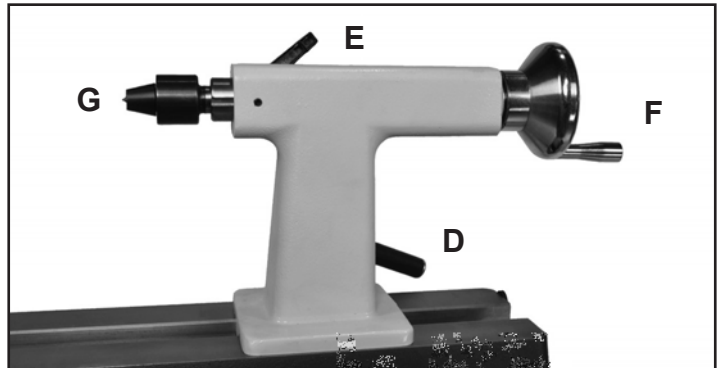

FIG. 5
**1. MANIJA DE BLOQUEO DEL CABEZAL MÓVIL:** (FIG. 5, D) Esta bloquea el cabezal móvil en posición a lo largo de la bancada. Desbloquee la manija de la leva para posicionar el soporte de herramienta para mover el cabezal móvil. Apriete la manija cuando esté en la posición deseada. Vea la página 12 para ajustes de la presión de sujeción.
**2. MANIJA DE BLOQUEO DE LA CAÑA DEL CABEZAL MÓVIL:** (E) Esta asegura la caña del cabezal móvil en posición. Desbloquee la manija para mover la caña, con punta giratoria, adelante o atrás. Apriete la manija de bloqueo cuando la caña esté en posición.
**3. RUEDA DE MANO DE LA CAÑA DEL CABEZAL MÓVIL:** (F) La rueda de mano avanza o retrae la caña de 0 de 3-1/2". La manija de bloqueo de la caña (E) tiene que estar floja para mover la caña.
**4. LA PUNTA DEL CABEZAL MÓVIL:** (G) Se utiliza para torneear entre puntas. La Punta giratoria (#20C) y la Caña (#6CA) tienen conos MT-2. Para quitar la punta giratoria, retire la caña hasta que se afloje la punta, o utilice el expulsador.